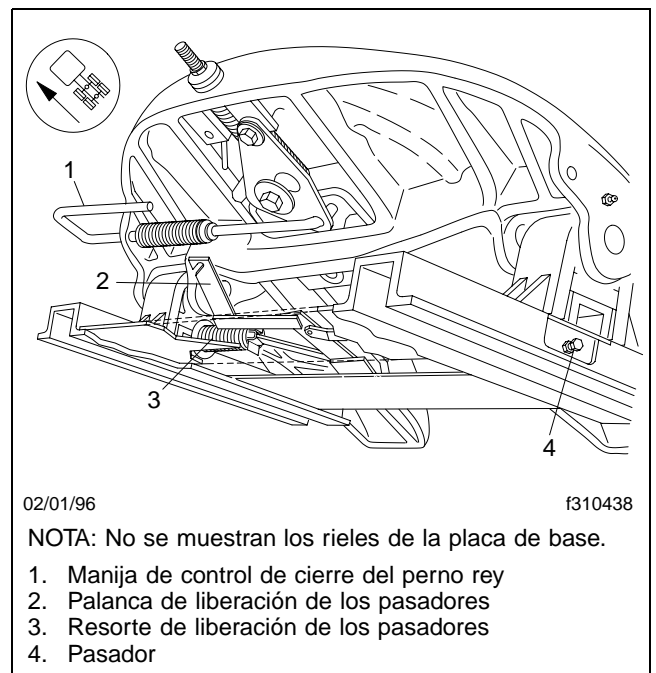
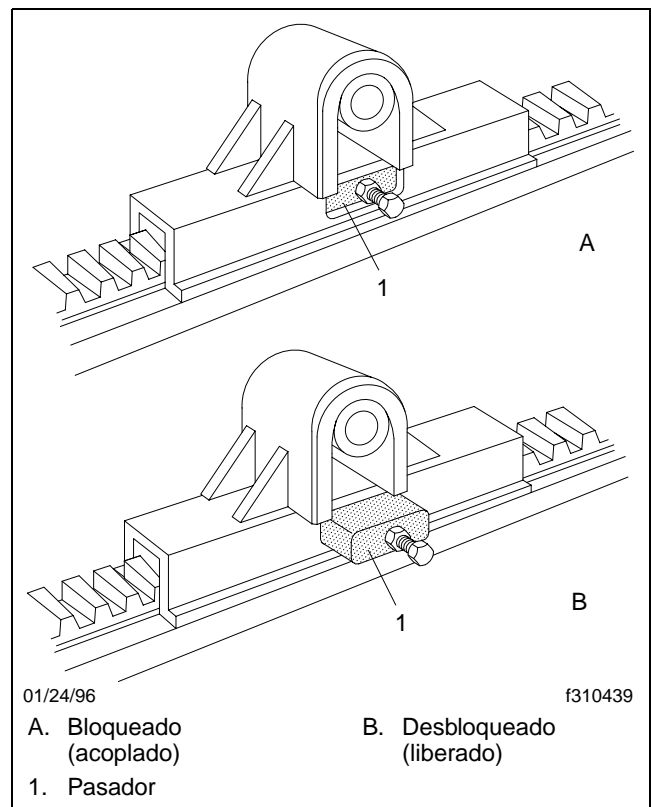

Figura 10.3, Ensamble de placa deslizante de desbloqueo manual
Figura 10.7, Posiciones del pasador
El ensamble de placa deslizante de desbloqueo manual (**Figura 10.3**) está equipado con una sola palanca de liberación. El tirar de la palanca de liberación desbloquea ambos pasadores.
- 2.2 Para los modelos de desbloqueo manual, tire de la palanca de liberación (**Figura 10.3**) con un gancho de liberación, u otra herramienta conveniente. Asegúrese que ambos pasadores de la placa deslizante se hayan liberado. Vea la **Figura 10.7**. Si los pasadores no se han liberado (no están hacia afuera), baje los patines del remolque para aliviar la presión sobre los pasadores.
- 8.1 Para los modelos operados por aire, ponga el interruptor de control operado desde la cabina en LOCK (bloqueo). Revise los pasadores de la placa deslizable visualmente para asegurarse que estén acoplados en la posición de bloqueo completo. Vea la **Figura 10.7**.
- 8.2 Para los modelos de liberación manual, active la palanca de liberación (**Figura 10.3**) con un gancho de liberación u otra herramienta conveniente. Asegúrese que ambos pasadores se hayan bloqueado (que hayan entrado en los huecos correspondientes), y que se engranen completamente en los dientes de la cremallera. Vea la **Figura 10.7**. Puede ser necesario mover el tractor ligeramente mientras mantiene bloqueados los frenos del remolque.